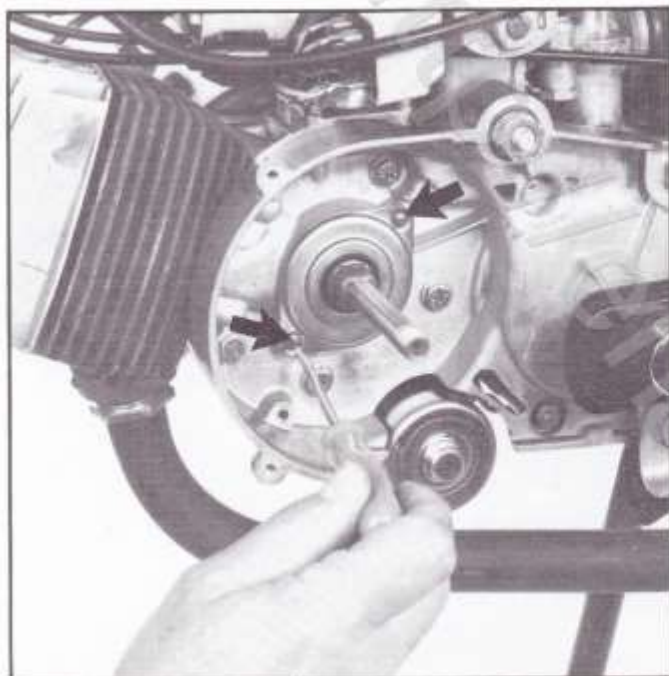

Fig. 46
- Dévisser les deux vis de fixation de la plaque d'arrêt du joint (fig. 46),